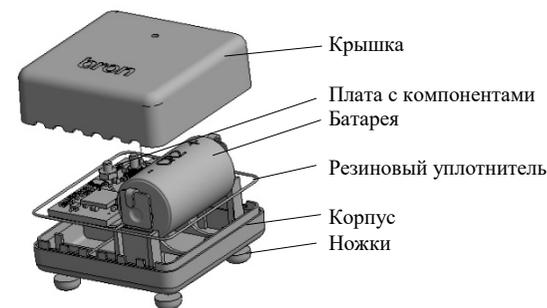
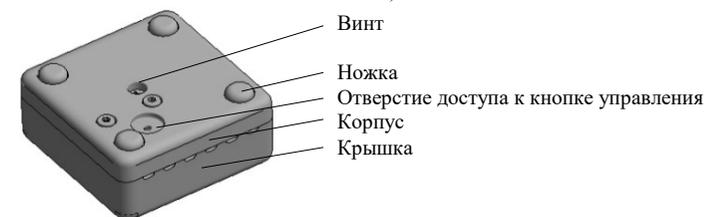

Рисунок 1.2 – Вид внутренней конструкции (крышка снята)
Рисунок 1.3 – Вид датчика снизу
4.1 Общий вид датчика представлен на рисунке 1.1. Конструкция корпуса не предусматривает крепления на поверхности. Внутри корпуса размещены печатная плата с электронными компонентами и батарея (см. рисунок 1.2). С нижней стороны корпуса размещены кнопка управления (включение/выключение) устройства и винт крепления крышки к корпусу (см. рисунок 1.3).
9.4 Своевременно проверяйте с планшета остаточную емкость батареи и меняйте на новую при необходимости. Для замены батареи отсоедините датчик от монтажной пластины крепления. Замените батарею (см. рисунок 1.3) на новую, типа CR2, придерживаясь полярности.